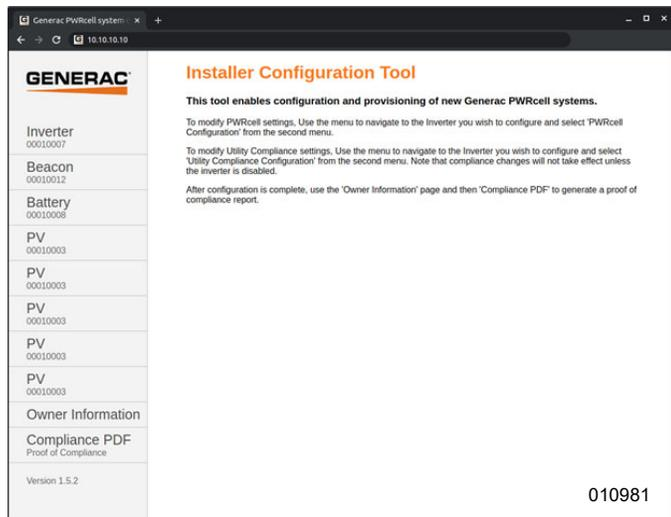

Figure 6-28. Outil de configuration des installateurs
5. Voir **Figure 6-28**. Ouvrir un navigateur web sur un téléphone ou un ordinateur portable et entrer l'URL 10.10.10.10 dans le navigateur. L'outil d'installation s'affiche dans le navigateur.